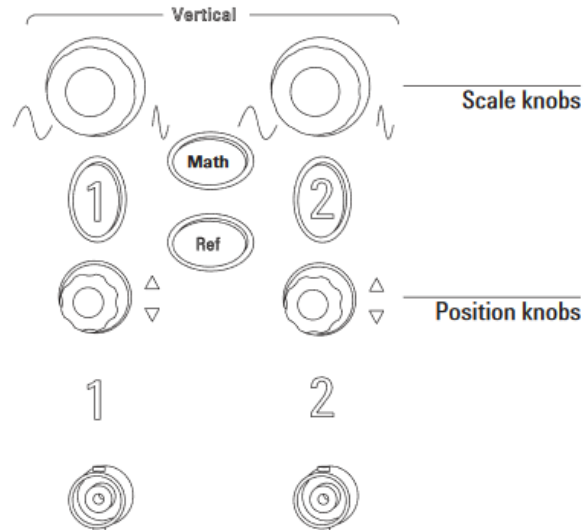

Figura 2.3: Caja de controles para el ajuste vertical (voltajes)
2. *Ajuste Vertical (Voltajes):* cada canal cuenta con 3 controles situados en el panel frontal encima de la conexión de la sonda correspondiente. Comenzando por la parte superior, corresponden a (ver Figura 2.3):